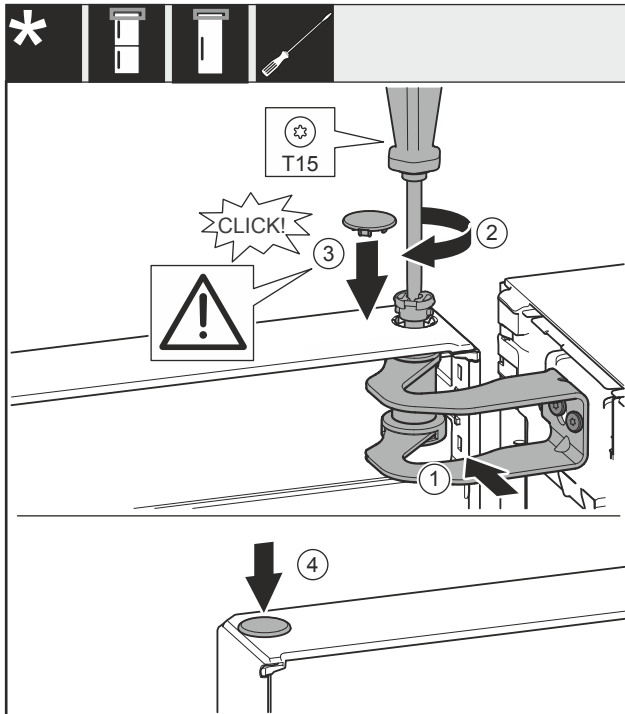

Fig. 24
- ▶ Выровняйте дверь по отверстию в опорном кронштейне Fig. 24 (1).
- ▶ Вставьте палец Fig. 24 (2) и затяните отверткой.
- ▶ Установите крышку Fig. 24 (3).
- ▶ Проследите за тем, чтобы крышка Fig. 24 (3) прилегла к дверям.
- ▶ Установите крышку Fig. 24 (4).